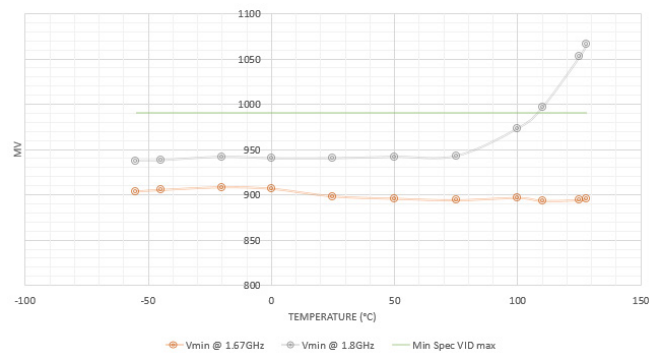

图 5：高温 (>100°C) 时1.8GHz时钟频率限制的例子
- **性能：**在较高的温度下，处理器可能无法满足某些电特性需求。Teledyne e2v的测试表明可能需要降低最高时钟频率以满足手册上指标（参考图5）。因此，如果需器件在扩展温度范围正常工作，可能需降低某些规格参数。